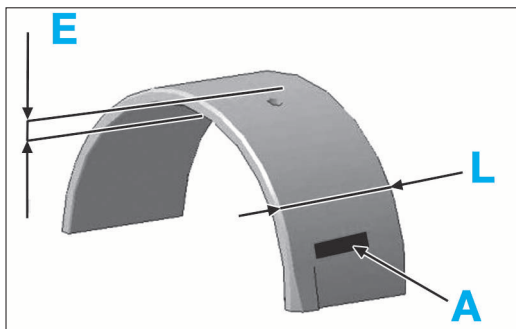

FIG. 14
**Coussinets de bielles (Fig.14)**
Épaisseur (E) (mm) (Fig.14) :
**Identification des coussinets de bielle repère (A) (Fig.14) :**